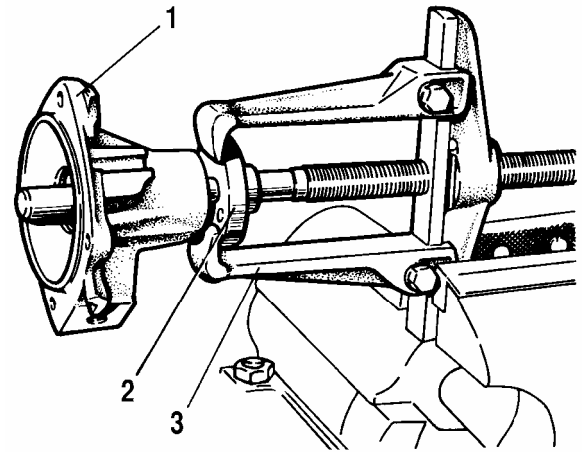

Рис. 2-64. Снятие ступицы шкива:
- снимите ступицу 2 (рис. 2-64) шкива вентилятора с валика при помощи съемника А.40005/1/5;